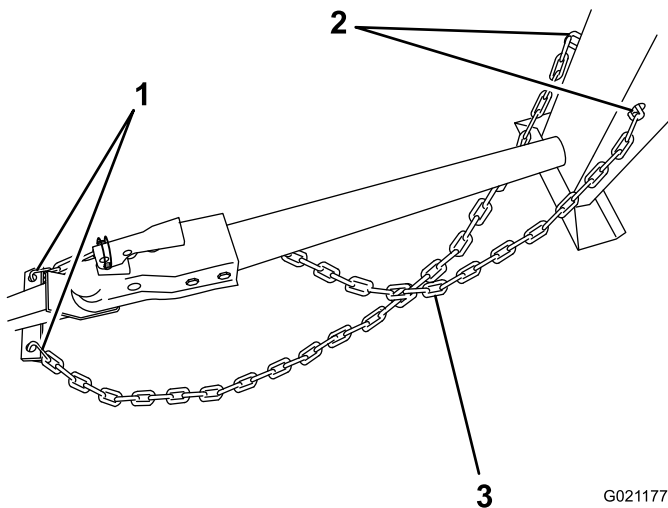

Figura 20
1. Tire de la cadena de seguridad a través de las ranuras de los orificios en forma de bocallave situados en la pata delantera de la máquina, de modo que quede suficiente holgura en cada lado para que la máquina pueda efectuar giros (Figura 20).